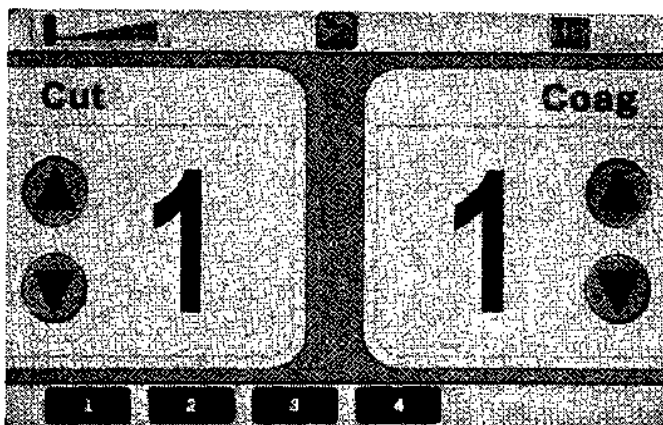

Figura 7. Panel frontal mostrando la pantalla con un dispositivo electroquirúrgico conectado
3. Conecte el dispositivo PEAK PlasmaBlade al conector del dispositivo electroquirúrgico. Tras la conexión, el generador emitirá una alarma si el dispositivo no se reconoce como dispositivo PEAK PlasmaBlade, si falla la prueba de una unidad o si no tiene expectativas de vida. La pantalla aparecerá como se muestra en la Figura 7. También mostrará los niveles de salida predeterminados para Corte y Coagulación. El indicador verde del vértice superior derecho de la pantalla muestra la impedancia del electrodo de retorno del paciente al utilizar un electrodo de retorno del paciente de lámina dividida.